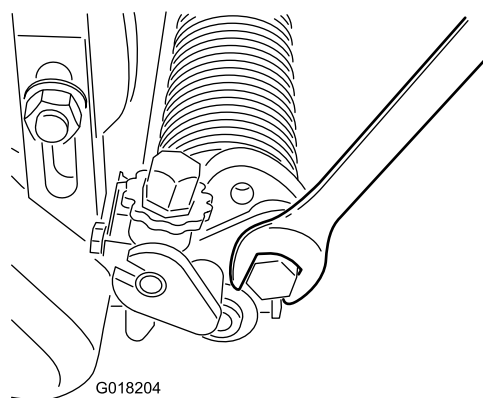

图20
- A. 旋松左右疏草刀臂上的螺栓 图20。
- C. 拧紧固定该调整的螺栓 图20。